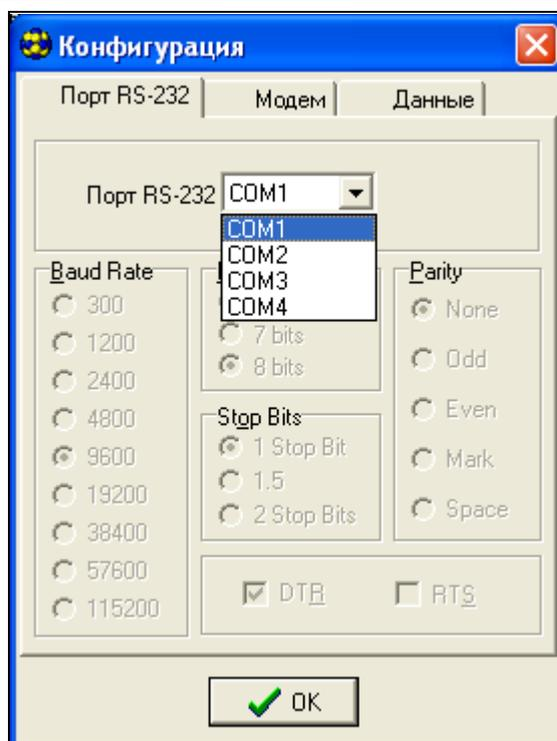

Рис. 9. Окно «Конфигурация».
4. Выберите порт компьютера, к которому подключен модуль (см.: рис. 9).